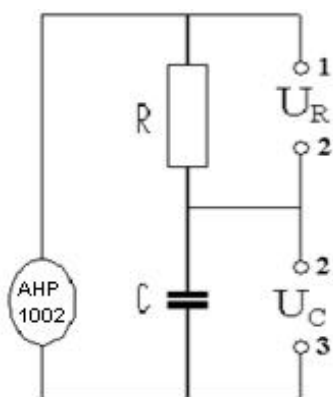

Рис. 3
1. Соберите схему в соответствии с рис. 3. Для измерения напряжений используется блок амперметра-вольтметра АВ1. В качестве активного сопротивления R подключите резистор R_3 или R_4 , в качестве реактивного сопротивления X – конденсаторы C_1 , C_2 или C_3 по заданию преподавателя. Данные занести в табл. 1.